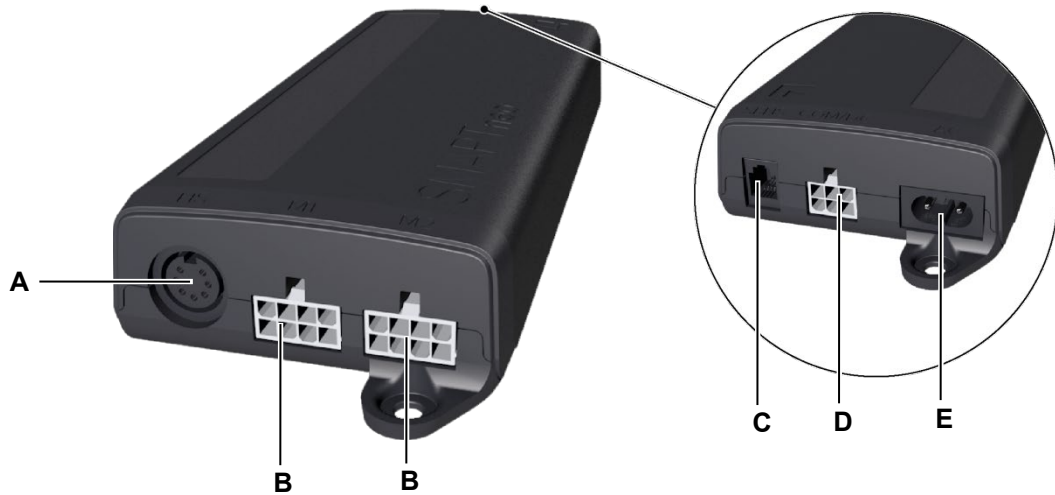

Abbildung 46 Anschlüsse an der Steuerung SMARTneo / SMARTneo-pro: Variante für zwei Hubsäulen
- 4** Verbinden Sie die Verbindungsleitung der Sensoreinheit mit der Steuerung SMARTneo-pro (siehe Abbildung 46).